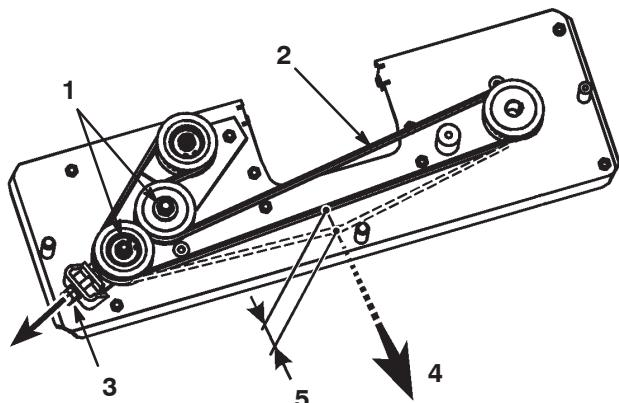

Bild 40
4. Lösen Sie die zwei Sechskantmuttern auf der Antriebsscheibe (Bild 40).
5. Stellen Sie die M10-Mutter so ein, dass sich der Riemen 5 mm mit einer Spannung von 30 N bewegt (Bild 40).